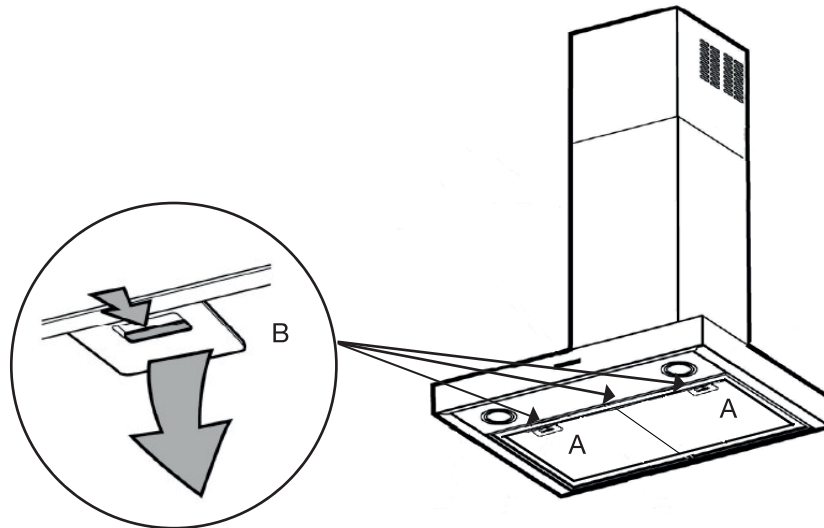

Abbildung 8
1. Entfernen Sie die Fettfilter wie im vorherigen Abschnitt beschrieben (Abb. 8).